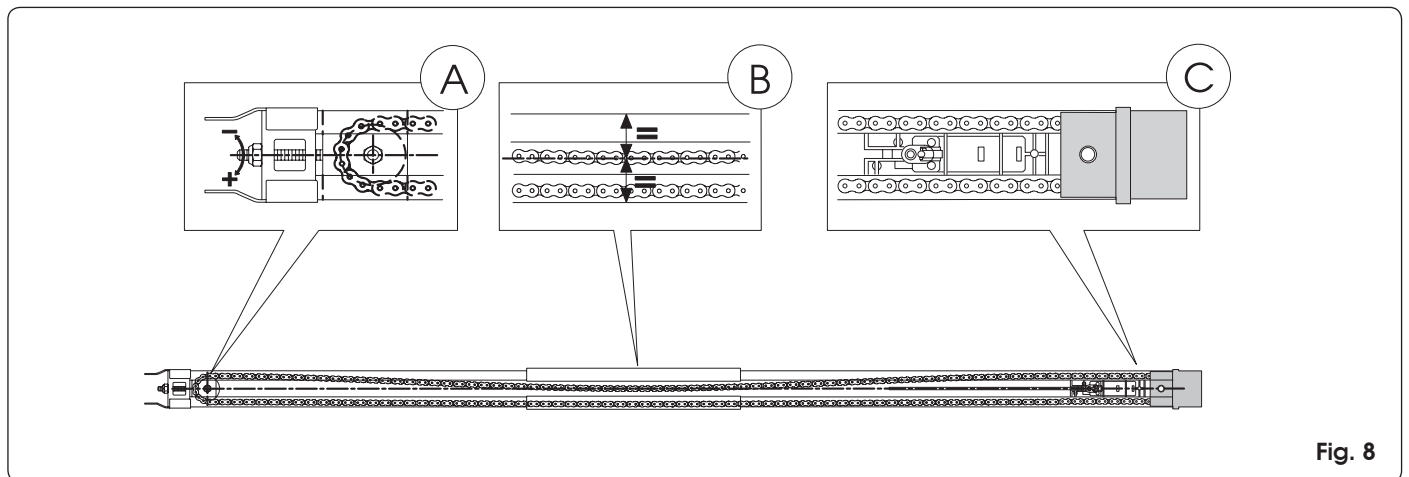

Fig. 8
- 5) Coricare la guida di scorrimento sul fianco (Fig. 8)
- 6) Spingere il carrello in prossimità del gruppo innesto trazione (Fig. 8 rif. C).
- 7) Regolare il tensionatore (fig. 8 rif. A) in modo che la zona centrale dell'ansa, formata dal ramo superiore della catena, coincida all'incirca con la mezzeria della guida di scorrimento (Fig. 8 rif. B)